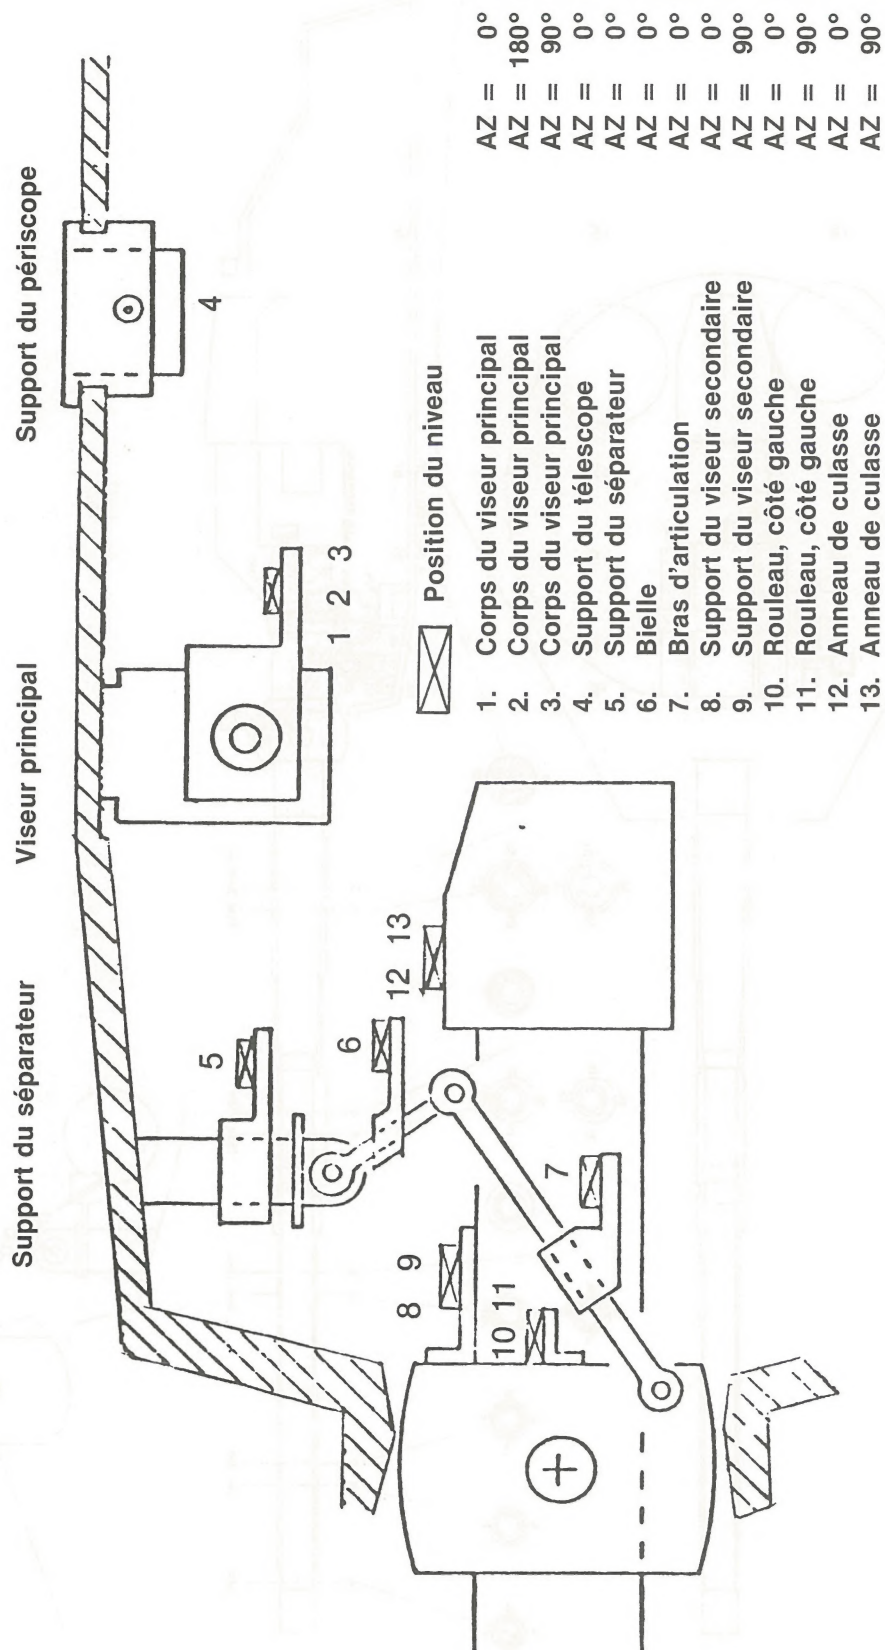

Fig. 4 — Adapteurs de niveaux
- Des adaptateurs ont été conçus et fabriqués pour les niveaux ci-dessus, pour contrôler les mouvements des raccords du séparateur, des viseurs, de la culasse, du canon et du séparateur (Fig. 4).